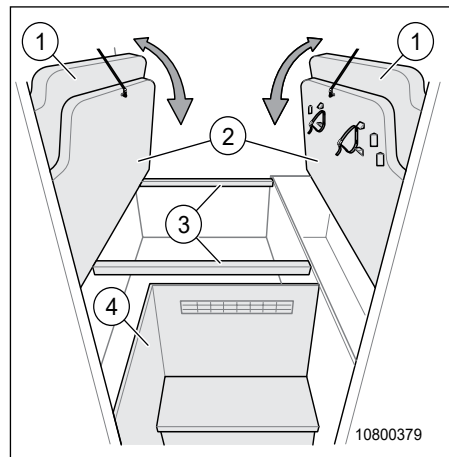
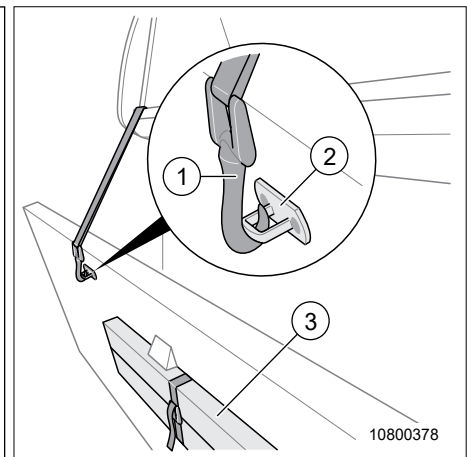

Fig. 23 Lit arrière
Fig. 24 Position de transport
2. Relever les matelas (Fig. 23, pos. 1) sur les côtés.
3. Relever le cadre de lit divisé (Fig. 23, pos. 2) sur les côtés.
4. Accrocher le ruban de fixation (Fig. 24, pos. 1) dans l'œillet de fixation (Fig. 24, pos. 2).
5. Enlever les tubes carrés (Fig. 23, pos. 3) et les fixer sur la face inférieure du cadre de lit (Fig. 24, pos. 3).
6. Démontez le marche-pied (Fig. 23, pos. 4) et ranger les pièces détachées (consulter le chapitre 6.8.2).